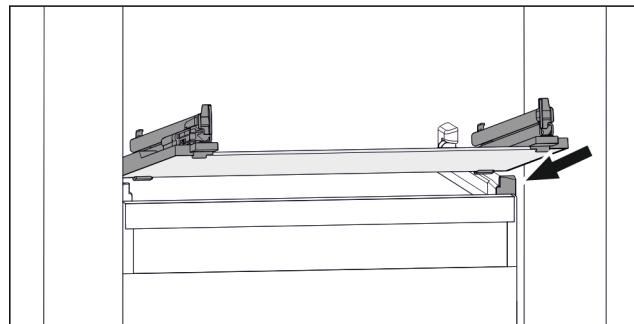

Fig. 64 Примерное отображение стеклянной пластины
- Наклоняя вниз, установите стеклянную пластину за стопоры. (см. Fig. 64)